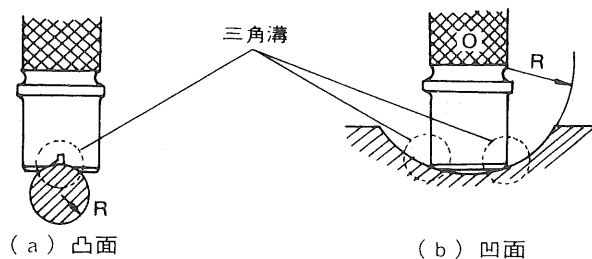

Fig. 9 円形・曲率面への検出器当て方
(2)の(a)、(b)と同様に、同一形状、材質の素地でゼロ調整感度調整を行ないます。検出器は、凸面凹面に対し、[Fig.9] (a) (b)のように当てて測定します。
(4) AC100Vおよび外部直流電源で使用する場合